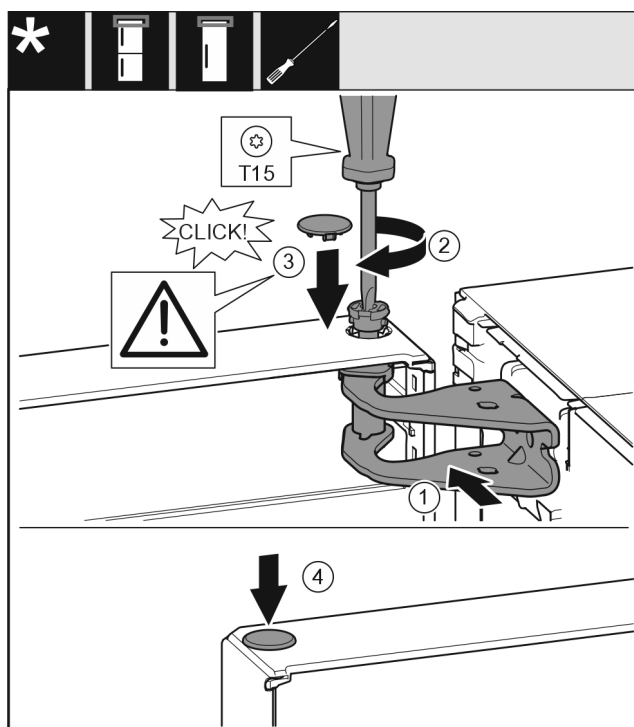

Fig. 20
- Deur boven naar de opening in het lagerboks Fig. 20 (1) uitlijnen.
- Bouten Fig. 20 (2) insteken en met een schroevendraaier vastschroeven.
- Afdekking Fig. 20 (3) plaatsen.
- Controleer of de afdekking Fig. 20 (3) tegen de deur ligt.
- Afdekking Fig. 20 (4) plaatsen.